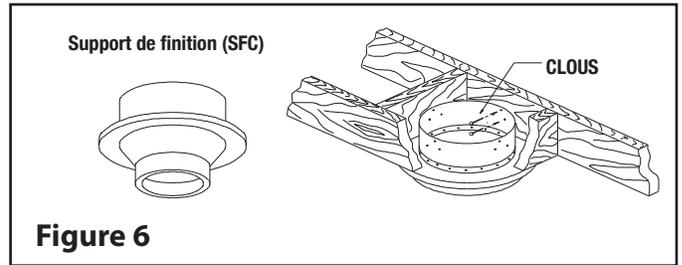

Figure 6
Étape 3 : Par en dessous, poussez le support de finition (FSC) dans l'ouverture percée au préalable. Clouez le support au boîtier encadré à l'aide de (12) clous torsadés de 3 po ou ris #8 x 1 1/2" (voir Figure 6).